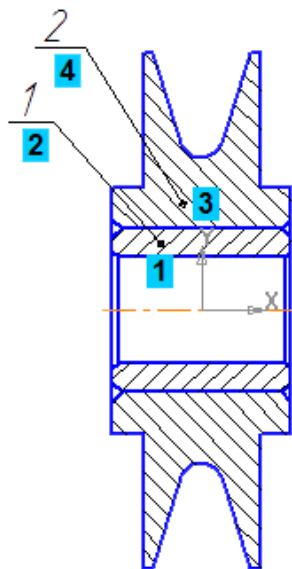

Рисунок 11.
- Нажмите кнопку Прервать команду (рис. 11).